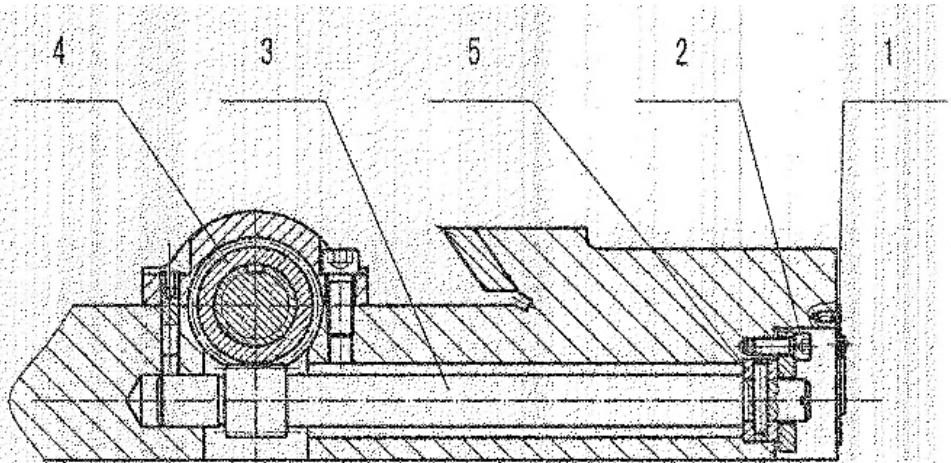

Fig. 14
3.3.1 Продольная подача (рис. 14)
3.3.3 Изменение скорости подачи стола (Рис. 14):